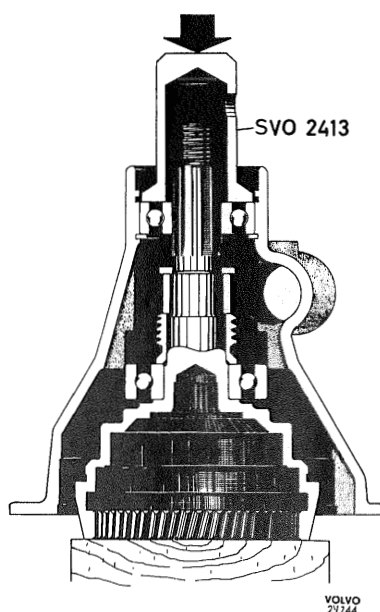

Bild 19. Montering av utgående axel
3. Stöd under utgående axeln med en träklots. Sätt på hastighetsmätarhjul (30), distanshylsa (29) och tryckbricka (24). Pressa på bakre hushalvan med dorn SVO 2413, se bild 19. Sätt i låsringen för bakre lagret. Pressa i tättningsringen (27) med dorn